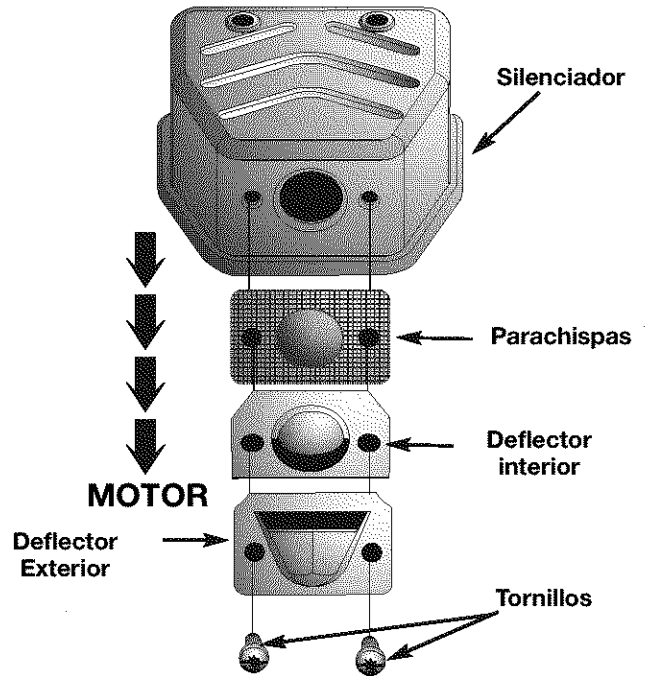

Fig. 27
2. Ubique el silenciador y encuentre los dos (2) tornillos en la parte inferior del silenciador (Fig. 27). Estos dos tornillos fijan el conjunto del deflector de emisiones y la rejilla del parachispas a la parte inferior del silenciador. Quite los dos (2) tornillos usando un destornillador adecuado.
6. Coloque el deflector interior encima del parachispas como se indica en la Fig. 27. Los bordes biselados del deflector interior deben estar alejados del lado del motor del silenciador.
7. Coloque el deflector exterior encima del deflector interior como se muestra en la Fig. 27. Los bordes biselados del deflector exterior deben estar alineados con los bordes biselados del deflector interior. Verifique que las emisiones estén dirigidas **APARTÁNDOSE** del motor.